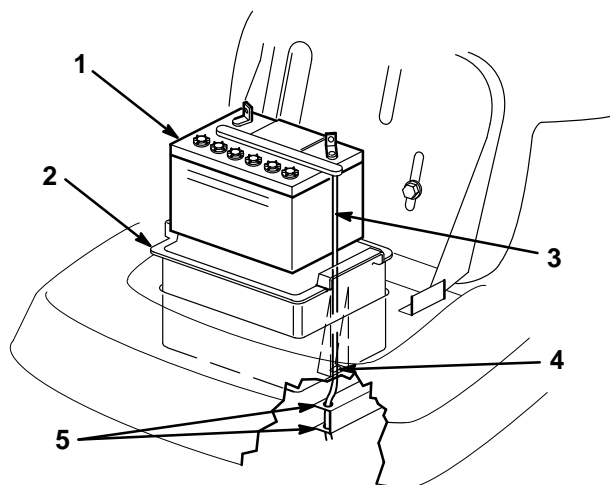

Abbildung 20
- Batteriekasten, Batterie und den langen Entlüftungsschlauch vom Chassis entfernen (Abb. 20).
- Die Batterie in den Batteriekasten setzen und den Entlüftungsschlauch in den Kanal und durch den Schlitz in der Unterseite des Kastens schieben (Abb. 20).
Wichtig: In den ausgeschnittenen Bereich hinuntersehen, wo der Batteriekasten im Chassis sitzt. Auf die Bohrung am Ende der rechten Rahmenstange achten (Abb. 20).
2. Batteriekasten und Batterie im Chassis installieren (Abb. 20). Darauf achten, daß das Ende des Entlüftungsrohrs durch die Bohrung im Rahmen kommt (Abb. 20).